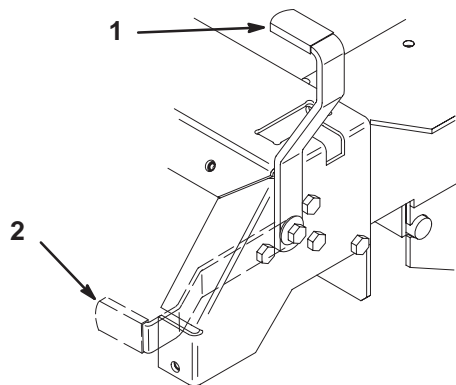

Figure 9
2. Tirez le frein de stationnement en arrière et vers le haut pour le serrer (Fig. 9). Une fois serré, le frein de stationnement ne doit plus bouger.
Poussez le levier du frein de stationnement vers l'avant et vers le bas (Fig. 9) afin de le desserrer. Le frein de stationnement est alors desserré.